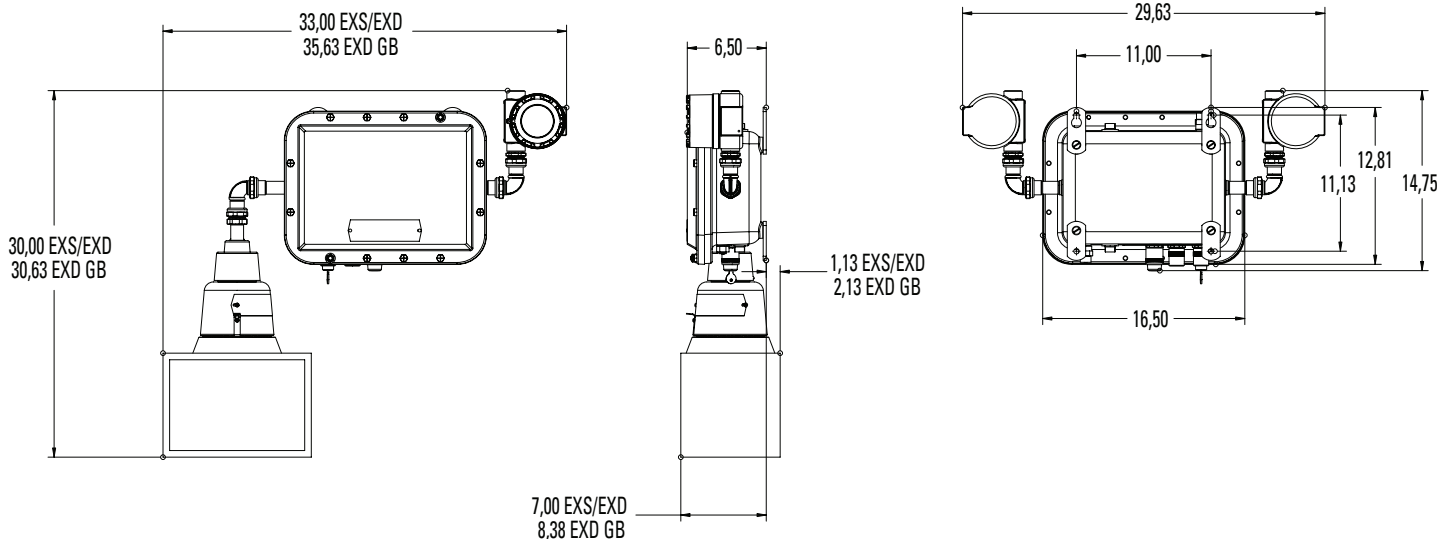

Figure 1. Dimension des systèmes ELPSM22 et ELPSM22 EXS/EXD
- Choisir un emplacement d'installation qui sera assez résistant et rigide pour supporter le module d'alimentation et le matériel d'éclairage installés. La figure 1 montre l'encombrement et les dimensions de montage des quatre (4) pieds de montage.